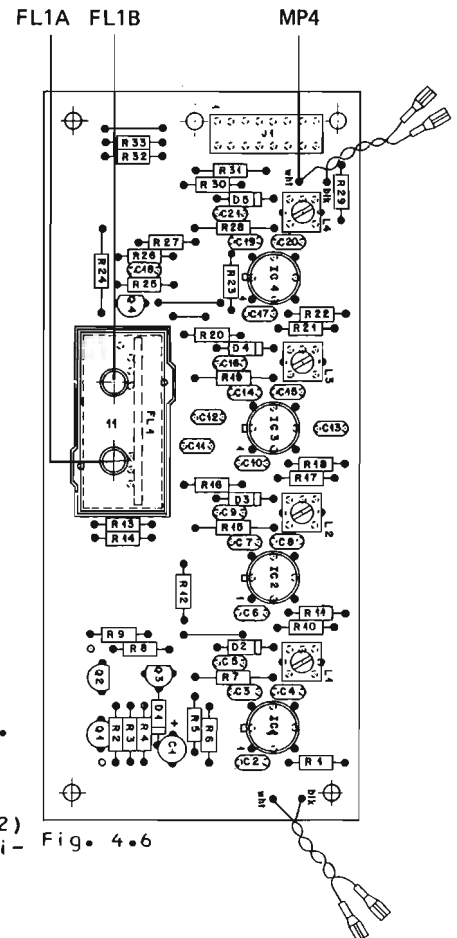

Fig. 4.6
- Tuner einschalten und den Frequenzzaehler an Messpunkt MP4 (1.726.740, Fig. 4.6) anschliessen.